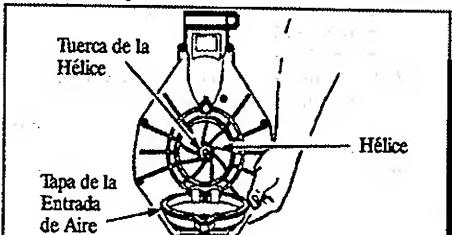

Figura 13
- Abra la tapa de la entrada de aire. Saque la tuerca de la hélice y las juntas mientras sujetá la hélice. Figura 13.